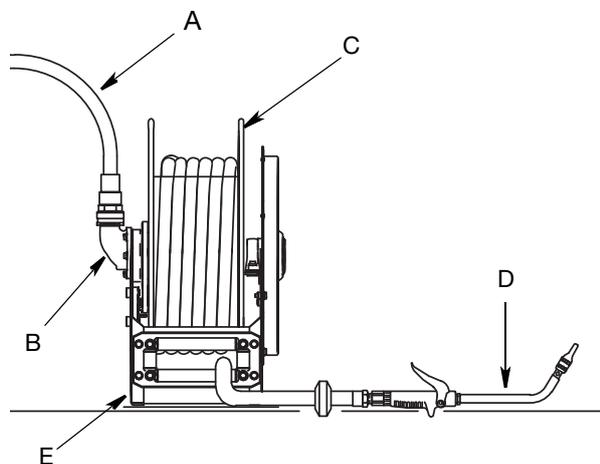
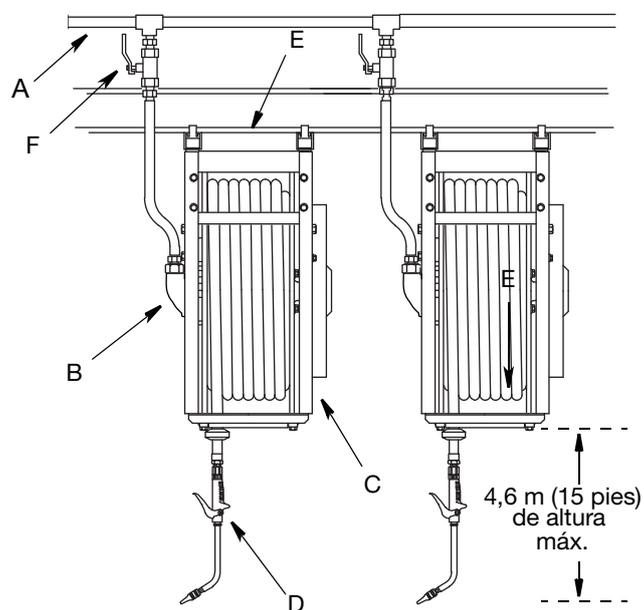

FIG. 3
FIG. 4
- XD40 - 4,6 m (15 pies), (Ver FIG. 4, página 11)
Las instalaciones mostradas en la FIG. 3 y FIG. 4 se facilitan solo a modo de referencia. Póngase en contacto con su distribuidor de Graco si desea obtener ayuda para planificar un sistema adecuado a sus necesidades.